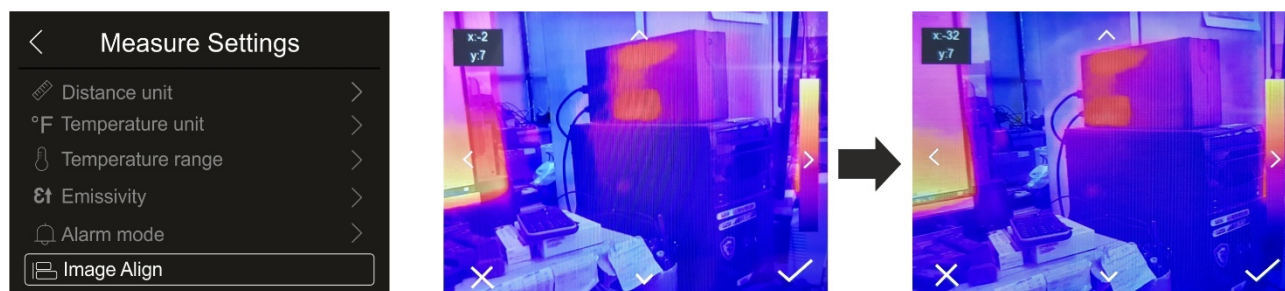

Fig. 30: Alinhamento da imagem no dispositivo
1. Clique no item “Image Align”. Fig. 30 - parte central é mostrada no dispositivo onde há uma sobreposição das duas imagens com baixo nível de infravermelho.